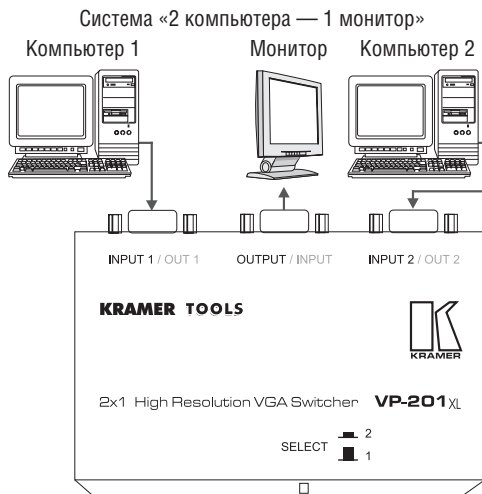
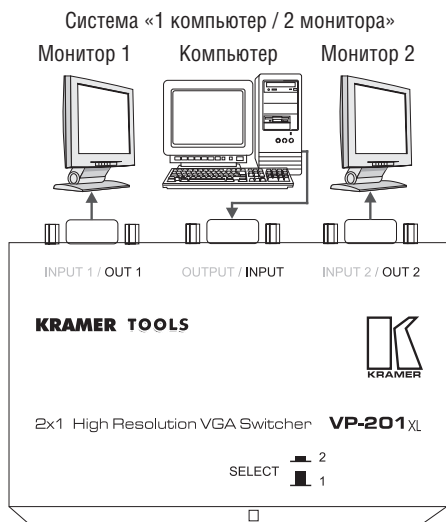

Рис. 5. Коммутация VGA/WUXGA 2x1
Рис. 6. Коммутация VGA/WUXGA 1x2
На рис. 5 и рис. 6 показаны типичные система коммутации VGA/WUXGA на основе **VP-201xl**. В системе «2 компьютера / 1 монитор» один из двух входных сигналов с компьютеров выбирается с помощью нажимной кнопки **SELECT (INPUT 1 или INPUT 2)** и коммутируется на монитор. В системе «1 компьютер / 2 монитора» входной сигнал компьютера коммутируется на монитор 1 или на монитор 2, в зависимости от положения нажимной кнопки **SELECT (OUT 1 или OUT 2)**.
Система «2 компьютера — 1 монитор» (см. рис. 5):
- 1) Подсоедините источник(и) сигнала к входам VGA/WUXGA INPUT 1/OUT 1 / INPUT 2/OUT 2 на **VP-201xl**, как это показано на рис. 5 (например, источник 1 или 2).
Система «2 компьютера / 1 монитор» (см. рис. 5):
- 1) Подсоедините источник сигнала к входу VGA/WUXGA INPUT/OUT на **VP-201xl**, как это показано на рис. 5 (например, источник 1 или 2).